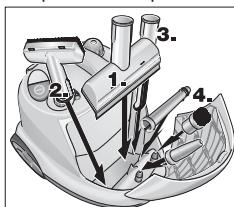

Fig. 9: Compartimentul pentru accesoriu
- Așezați duza de mână, duza de curățare și geamurile, duza punctiformă și materialul mărunt, în compartimentul pentru accesoriu (vezi fig. 9).